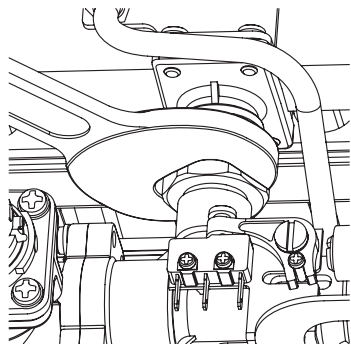

Figura 5.4
- Svitare il dado di fissaggio del bruciatore (Figura 5.4).